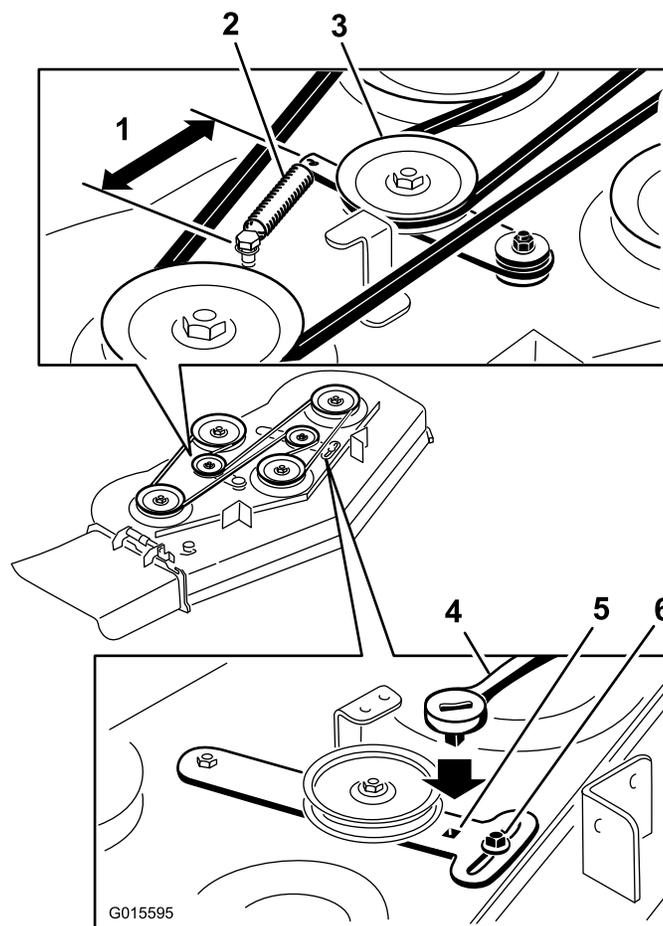

Figura 65
5. Retire la correa usada del cortacésped (Figura 65).
6. Instale la correa nueva del cortacésped alrededor de las poleas de la carcasa y la polea del embrague (Figura 65).
7. Utilizando la llave de carraca en el brazo tensor, apriete la polea tensora hasta que el muelle se extienda a una longitud de 165 cm de un gancho a otro (Figura 65).